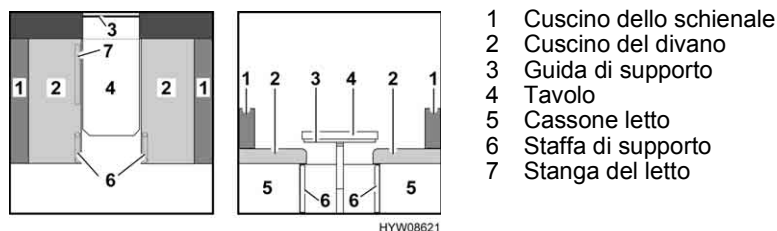

Fig. 36 Prima della trasformazione
- Sollevare leggermente il piano del tavolo (Fig. 36,4) in avanti.
- Alzare il piano del tavolo di circa 45°, sollevarlo dalla guida di supporto (Fig. 36,3) e posarlo da parte. Il tavolo non è necessario per la trasformazione dei letti.
- Sganciare due staffe di supporto (Fig. 36,6) sui cassoni letto destro e sinistro e ruotarle di un quarto di giro.